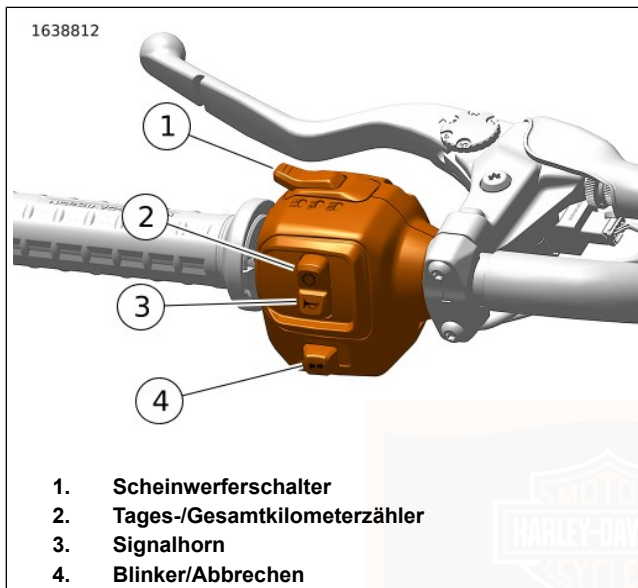

Abbildung 41. LHCM (ohne Infotainment)
- **Lichthupe:** Siehe Abbildung 41 . Wenn der Scheinwerferschalter (1) auf Abblendlichtposition steht, den Schalter herunterdrücken und loslassen, um die Lichthupe zu betätigen, bevor ein Fahrzeug überholt wird. Die Fernlichtanzeige am IM leuchtet, solange die Lichthupentaste betätigt wird. Im Nebenverbrauchermodus den Lichthupenschalter betätigen, um den Scheinwerfer einzuschalten.
- **Abblendlicht:** Siehe Abbildung 41 . Den Scheinwerferschalter (1) von der Fernlichtposition aus nach unten drücken, um das Abblendlicht einzuschalten.
- **Fernlicht:** Siehe Abbildung 41 . Den Scheinwerferschalter (1) nach oben drücken, um das Fernlicht einzuschalten. Das Aufleuchten der blauen Kontrollleuchte für Scheinwerfer-Fernlicht zeigt an, dass das Fernlicht betätigt ist.
Siehe Abbildung 41 . Durch die Tageskilometerzählertaste (2) wird der Tageskilometerzähler aktiviert. Die Tageskilometerzählertaste wird auch zum Scrollen durch die optionalen Bildschirme der Kilometerzähleranzeige verwendet. Bei ausgeschalteter Zündung kann über die
- **Linker Blinker:** Siehe Abbildung 41 . Den Blinkerschalter (4) nach links drücken, um den linken Blinker zu aktivieren.
- **Rechter Blinker:** Siehe Abbildung 41. Den Blinkerschalter (4) nach rechts drücken, um den rechten Blinker zu aktivieren.
- **Abbruch:** Siehe Abbildung 41. Den Blinkerschalter (4) gerade hereindrücken, um die Blinkersignale manuell zu stoppen.
Siehe Abbildung 41 . Das Signalhorn wird über die Signalhorntaste (3) betätigt. Das Signalhorn kann bis zu 10 Sekunden lang ertönen. Wenn die Signalhorntaste länger gedrückt wird, schaltet das Signalhorn automatisch ab.